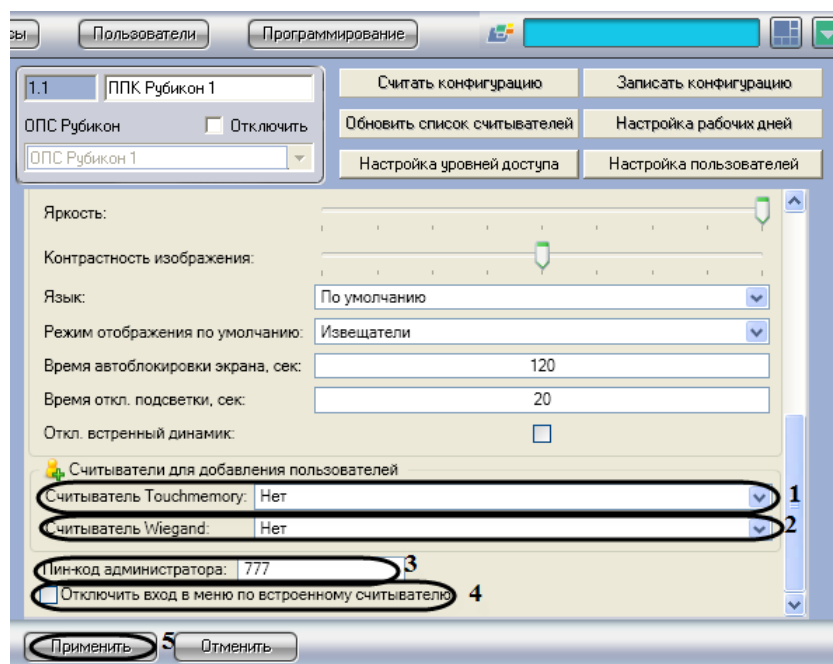

Рис. 3.3—4 Настройка считывателей для добавления пользователей
1. Перейти на панель настроек объекта **ППК Рубикон** (Рис. 3.3—4).
2. Из раскрывающегося списка **Считыватель Touchmemory:** необходимо выбрать считыватель, с которого будут присваиваться новые идентификаторы бесконтактных карт Touchmemory (см. Рис. 3.3—4, 1).
3. Из раскрывающегося списка **Считыватель Wiegand:** необходимо выбрать считыватель, с которого будут присваиваться новые идентификаторы бесконтактных карт Wiegand 26 (см. Рис. 3.3—4, 2).
4. В поле **Пин-код администратора:** необходимо ввести пин-код администратора, которому предоставляется полный доступ для работы с меню дисплея (см. Рис. 3.3—4, 3).